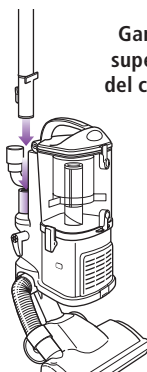

Fig. 10
- 3 Acople el extremo del tubo de extensión al tubo de la parte de atrás de la aspiradora compacta hasta que se traben en su lugar. (Fig. 10)